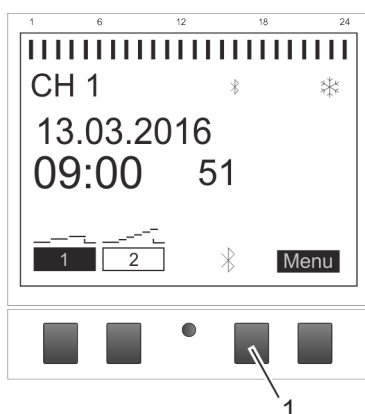

Fig. 7: Etablering af Bluetooth-forbindelse på kontakturet
1. Tryk på Bluetooth-knappen (Fig. 7/1) på kontakturet.